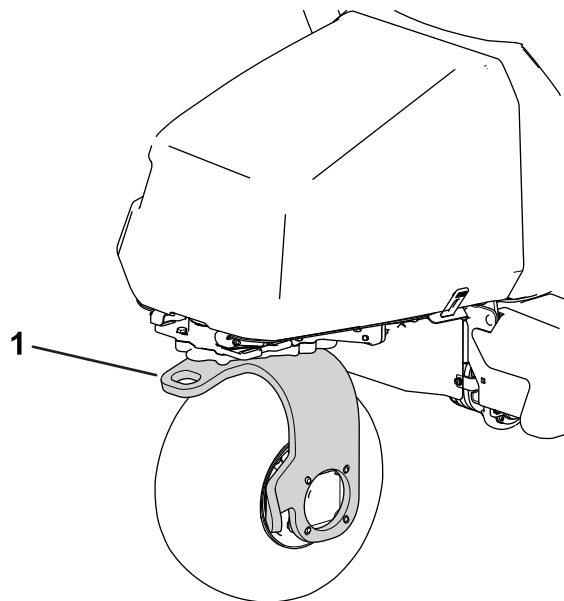

Figure 33
11. Utilisez la fourche de la roue pivotante arrière pour remorquer la machine (Figure 33).